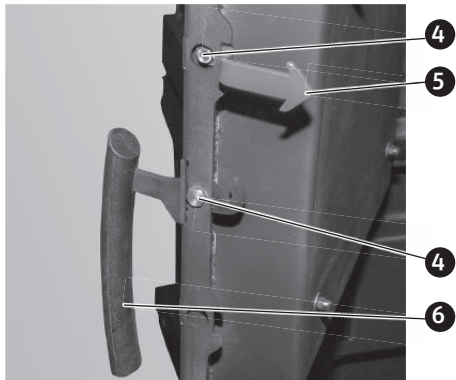

Fig. 32 Montare la maniglia dello sportello e gancio di blocco con la vite di spallamento
- Montare la maniglia dello sportello e gancio di blocco con la vite di spallamento nella posizione di utilizzo corretta – Fig. 32.